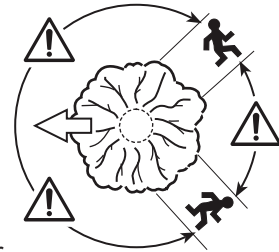

Fig. 28
3. Deve existir um percurso de emergência planeado e desimpedido conforme necessário, antes de ser iniciado qualquer corte. O percurso de emergência deve prolongar-se para a traseira e na diagonal para trás da linha de queda esperada (Fig. 28).